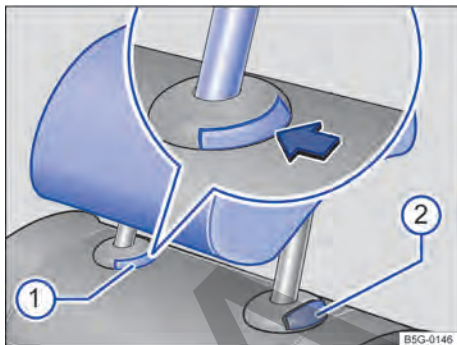

Fig. 78 Desmontaje de los apoyacabezas traseros.
- Pulse la tecla → fig. 78 ① de la guía del apoyacabezas.
- Al mismo tiempo presione la tecla ② mientras una segunda persona extrae el apoyacabezas completamente.